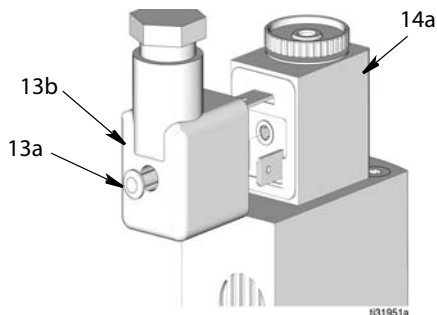

Рис. 40
9. Затяните винт (13a) с задней стороны разъема mini DIN соленоида (13b) (Рис. 40).